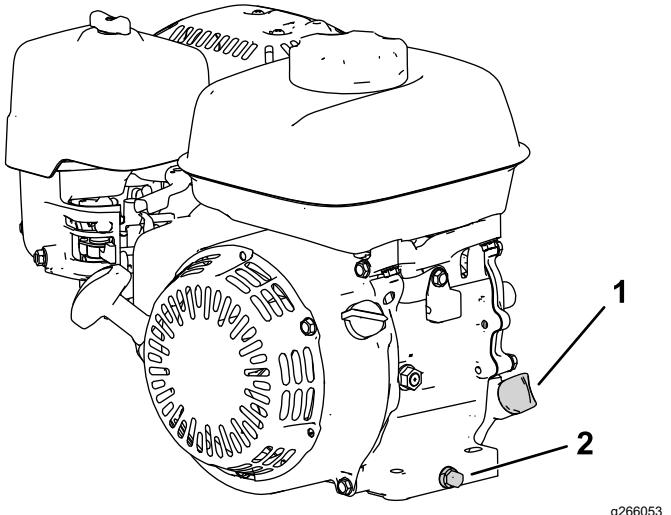

Figure 29
2. Placez la machine de sorte que le moteur soit de niveau, puis nettoyez la zone autour du tube de remplissage (Figure 29).
3. Enlevez le bouchon de vidange, la rondelle et la jauge (Figure 29).